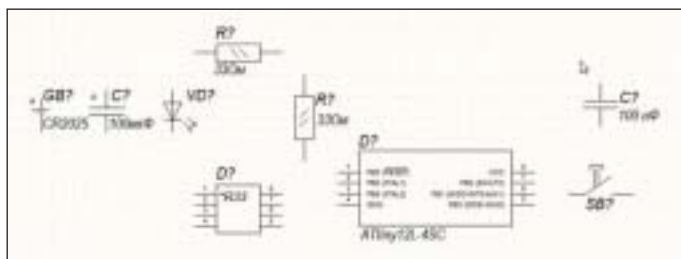

Рис. 38. Обновленная принципиальная электрическая схема
5. Перейдите на схему, выбрав сверху вкладку открытого документа с именем *RCU_Scheme.SCH*, и выполните команду *File/Save*. Схема будет иметь вид, представленный на рис. 38.